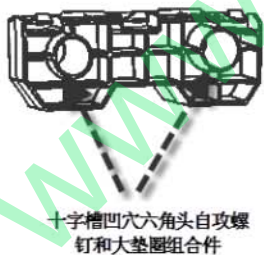

图 2-3-1 后保险杠左后支架拆卸示意图
- (1) 用 10#套筒将图 2-3-1 所示的 2 个与车身连接的六角头螺母卸下；